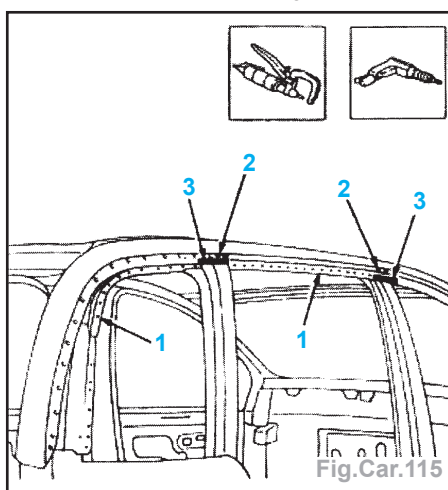

Fig.Car.115
- Dépointer à la perceuse (2) et avec une fraise (1) les points de soudure, la brasure (3) avec un chalumeau (Fig.Car.115).